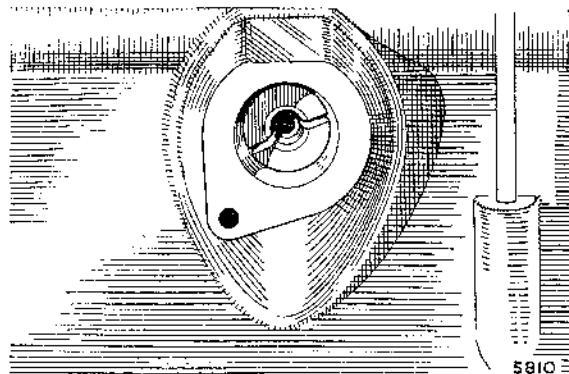

Fig. A.8
- (3) Hacer girar el cigüeñal hasta que el pistón No. 1 se encuentre en el P.M.S. en la carrera de compresión (oscilándose las válvulas de escape y admisión del cilindro No. 4, y con la marca 1/4 sobre el volante enfrente de la flecha.)
- (4) Sostener el eje de manera que la ranura de mando esté en la posición indicada (Fig. A.8) estando el descentralizado mayor en lo más alto, y luego engranar el piñón. A medida que engrane el árbol de levas, girará el eje hacia la derecha.
- (5) Volver a montar el distribuidor (Secciones B.1 y B.2).